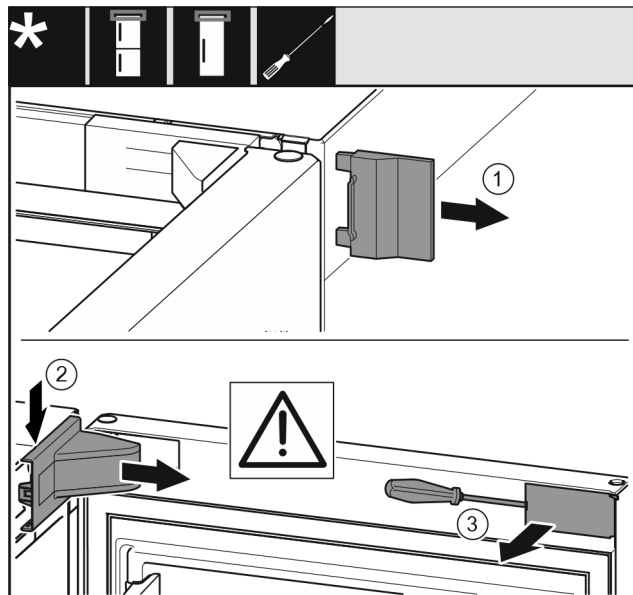

Fig. 10
► Свалете външния капак Fig. 10 (1).
► Освободете и свалете капака на лагерната стойка Fig. 10 (2).
► Освободете капачката Fig. 10 (3) с плоска отвертка и я завъртете настрана.